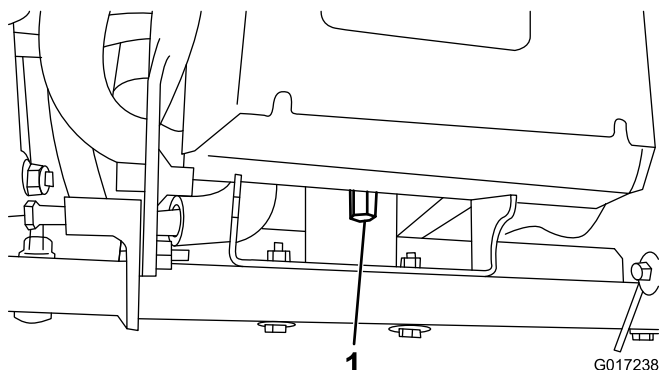

図 8
4. バッテリーのベースの後部をマシンのフレームに固定している背の高いナットを外す 図 8。